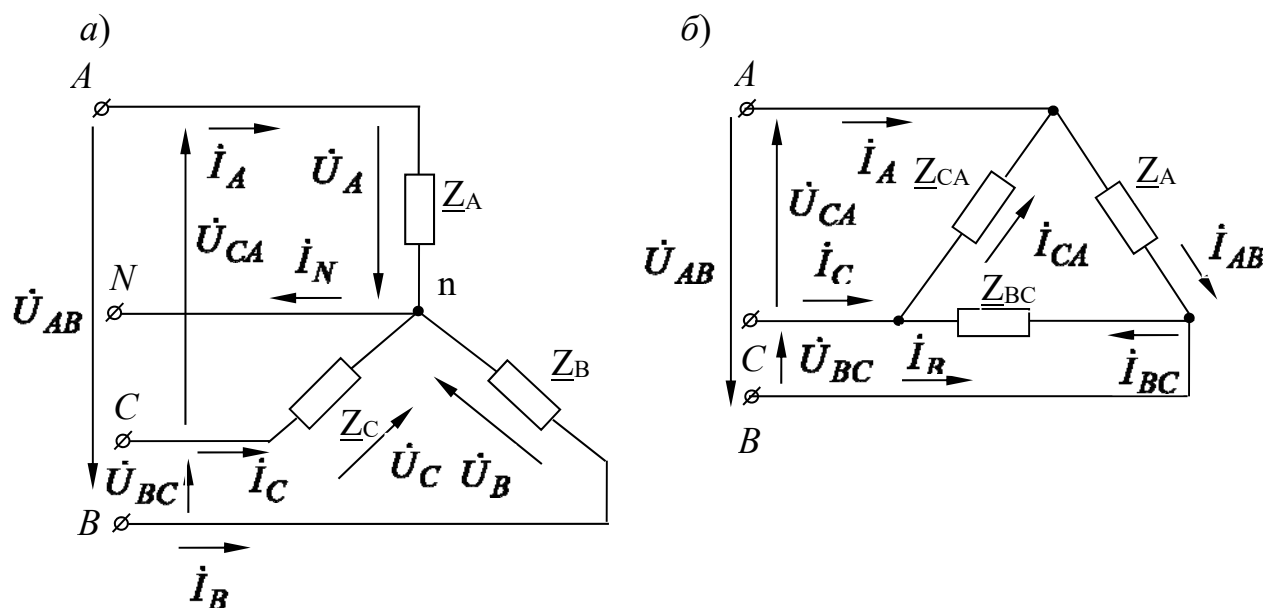

Рисунок 5.1 – Трёхфазные электрические цепи: а- соединение «звезда»; б – соединение «треугольник»
**Задача 5.** Определить линейные и фазные токи в трёхфазной цепи. Исходные данные к задаче (линейное напряжение  $U_L$ , симметричная нагрузка в фазах  $\underline{Z}$ ) приведены в таблице 5.1. Задачу решить для подключения нагрузки: а) звездой; б) треугольником (рисунок 5.1). Осуществить моделирование работы схемы в среде Multisim.
б) треугольник (см. рисунок 5.1).